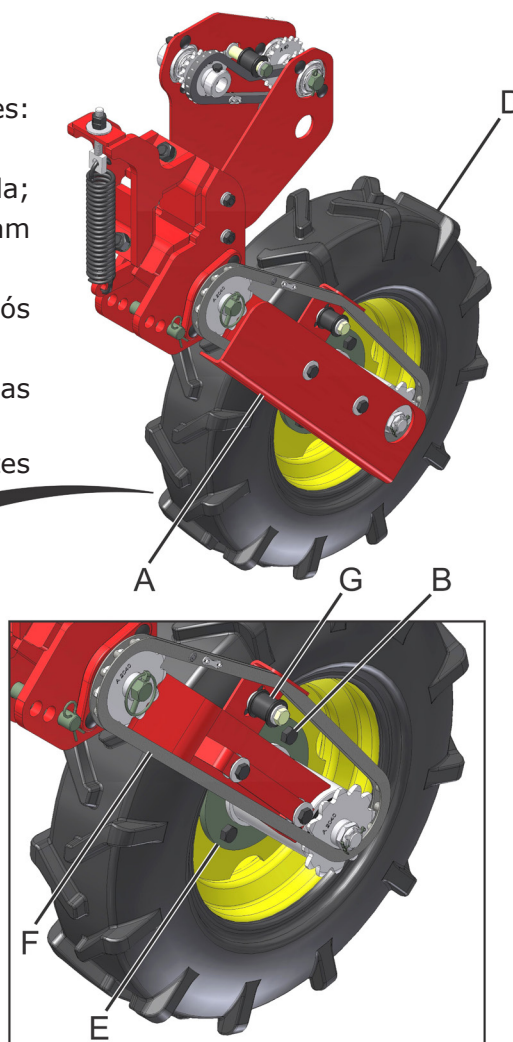

fig. 31
- 2- Retire a carenagem de proteção (A) (fig. 31) da roda esquerda;
- 3- Desaperte os parafusos (B) (fig. 31) e porcas (C) que fixam a roda (D) junto ao cubo (E);
- 4- Retire a corrente (F) (fig. 31) da transmissão da roda, após retire também o esticador (G) da mesma;
- 5- Suspenda a semeadora retirando os parafusos (B), porcas (C) e a roda (D);